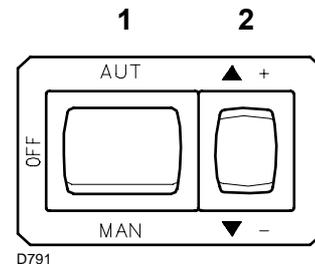
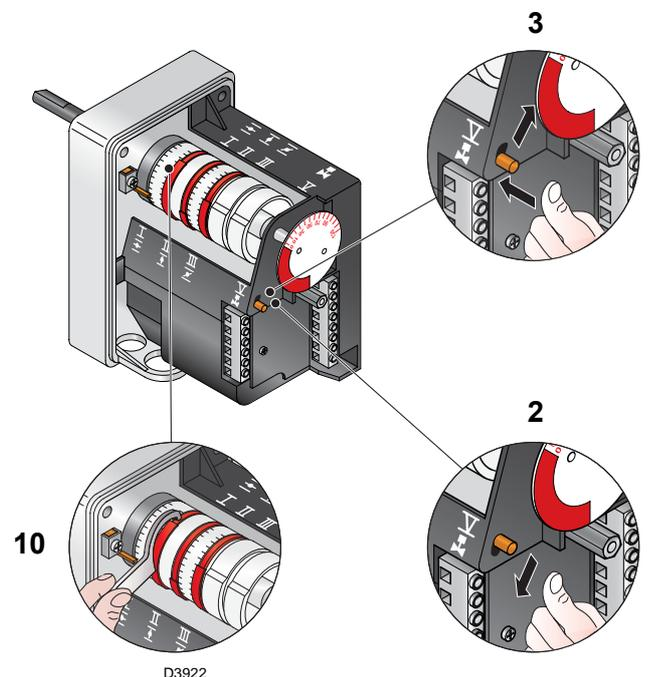

图 27
图 29
闭合温控 / 压力开关，将图 27 中所示开关置于“MAN”位置。
现按按钮 2)(图 27)，增大出力直至服马达开启风门阀，同时开启燃气蝶阀。
将按钮 2)(A)(图 27)，降低出力直至伺服马达关闭风门阀及燃气蝶阀至 65° 角（工厂预设位置）。
- 如需减小供气量，可依次逐步减小小凸轮 III( 图 29) 的角度 65° 至 63° 至 61°.....。
- 如需增加供气量，按按钮 2)(A)( 图 27)，增大出力（如将燃气蝶阀角度增大 10-15°），逐步增大凸轮 III( 图 29) 的角度至如 65° -67° - 69°....。
按下按钮 2)( 图 27) 增大出力直至伺服马达旋转 15°。调节螺丝至最优燃烧状态。接着以同样的方式调节其它螺丝。注意要逐渐改变凸轮廓线。
用开关 1)( 图 27) 置于“OFF”位置，将燃烧器停机，按下按钮 3) 并将其向右移动，使伺服马达和凸轮 4) 脱离，同时手动前后旋转凸轮 4)，检查确认整个滑动过程平稳无阻滞。